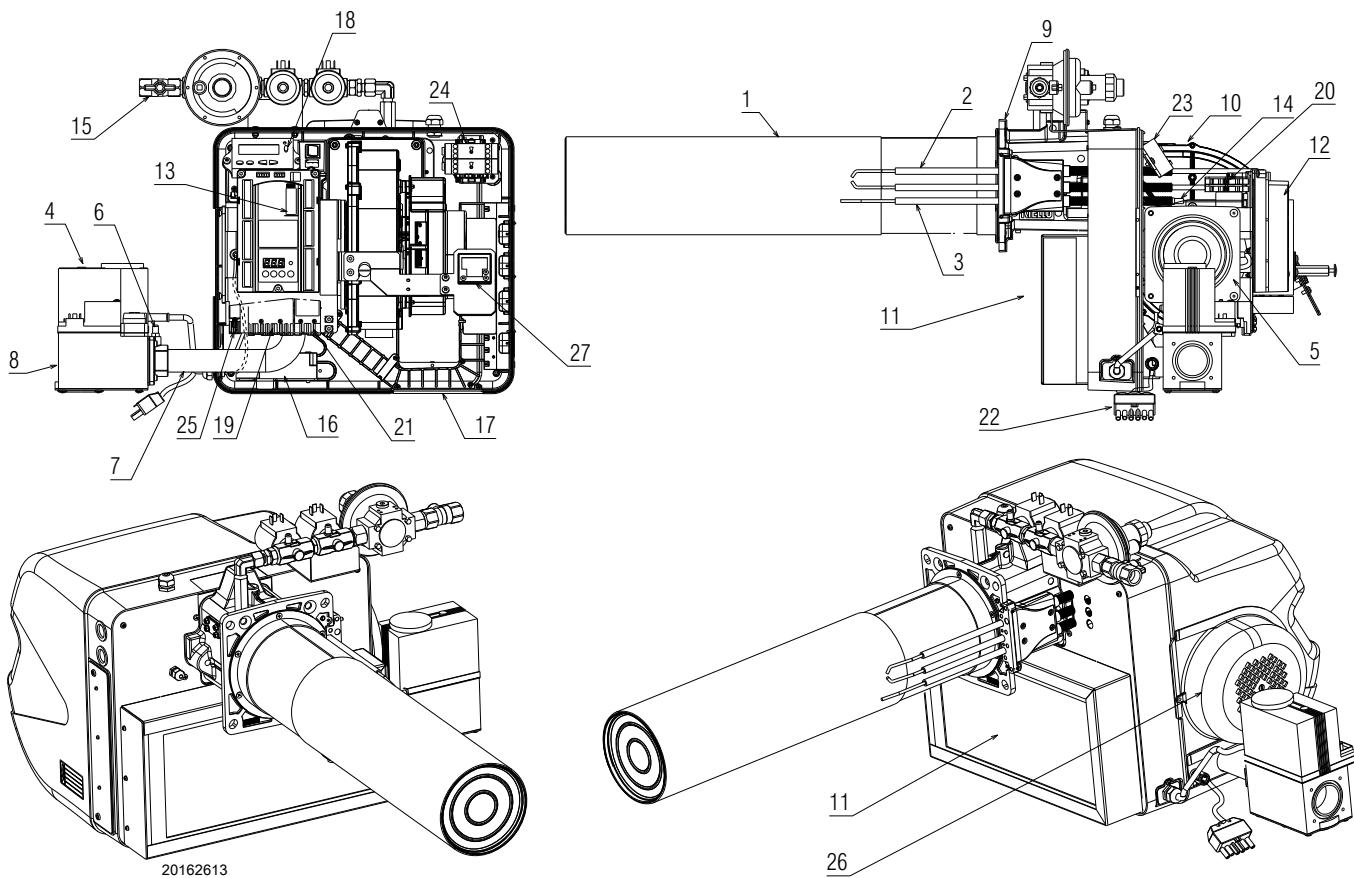

图 5
(1) 参考条件 : 环境温度 20°C - 燃气温度 15°C - 大气压力 1,013 mbar - 海拔 0 m a.s.l.
(2) 燃气输入压力 8) (图 5) 为炉膛压力为零且燃烧器处于最大出力运行时的压力。
(3) 噪音测试在制造商燃烧室内进行 , 燃烧器在测试锅炉上分别以最大出力、中间出力和最小出力运行。声功率以“自由场”法测得 , 符合 EN 15036 标准要求以及 EN ISO 3746 标准要求的“准确 : 类别 3”的测量精确度。
如果程控器 13) (图 5) 按钮指示灯亮起，则燃烧器锁定。如需复位，可按该复位按钮。